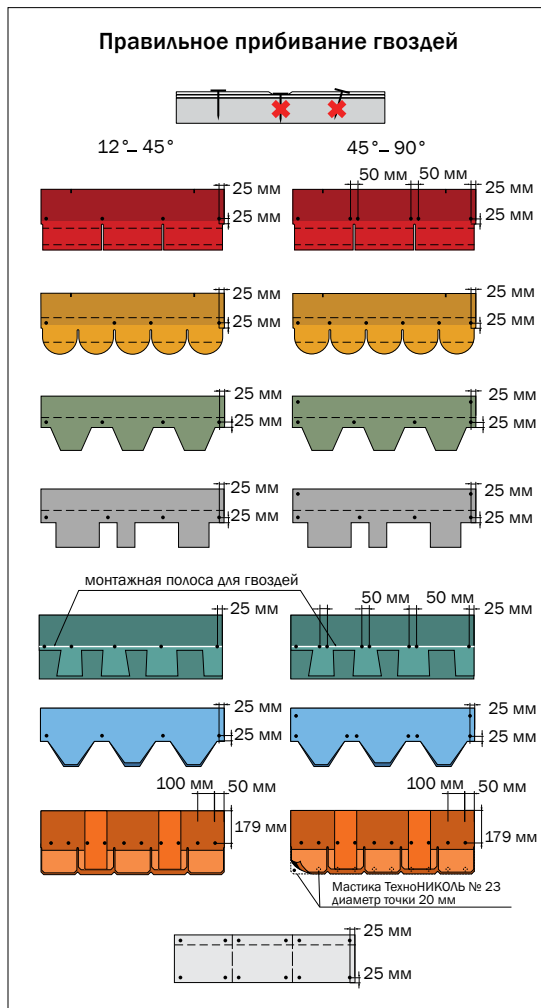

Рис. 12
Каждая рядовая черепица крепится к основанию кровли с помощью специальных оцинкованных гвоздей с широкими шляпками, количество которых зависит от угла наклона ската. Правильное прибивание специальных гвоздей – очень важный момент. Гвозди следует прибивать таким образом, чтобы шляпка находилась в одной плоскости с поверхностью ТехноНИКОЛЬ SHINGLAS, а не врезалась в нее (рис. 12).
**Внимание:** В коллекциях КАНТРИ и ДЖАЗ гвоздь одновременно должен крепить место нахлеста двух составных частей черепицы. Для ориентира завод производитель наносит специальную монтажную линию на лицевую поверхность ламинированной черепицы (рис. 12). По месту монтажа следует убедиться, что данное условие выполняется. Под коллекцию КОНТИНЕНТ применять гвозди длиной 45 мм.